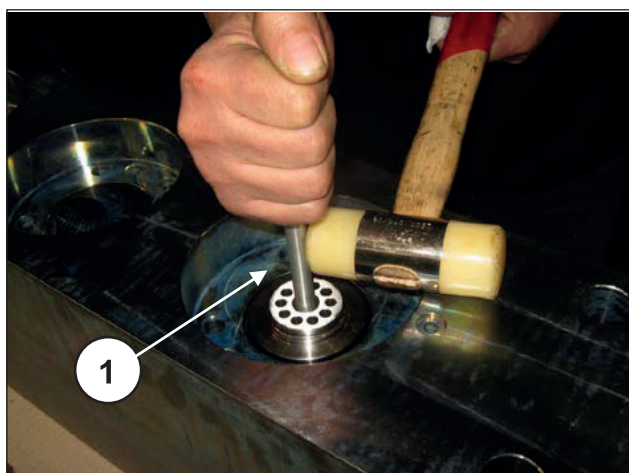

图 177
如果阀座由于水垢或氧化物而被阻挡在泵头上，必须将铝或塑料材料插塞插入进水孔中（①，图 177）。